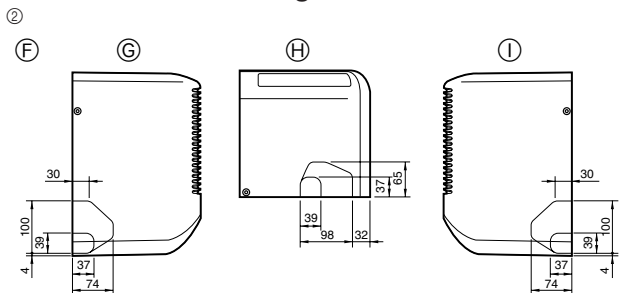

Fig. 4-3
- 2) Выберите расположение пробивных отверстий в корпусе прибора (Fig. 4-3)